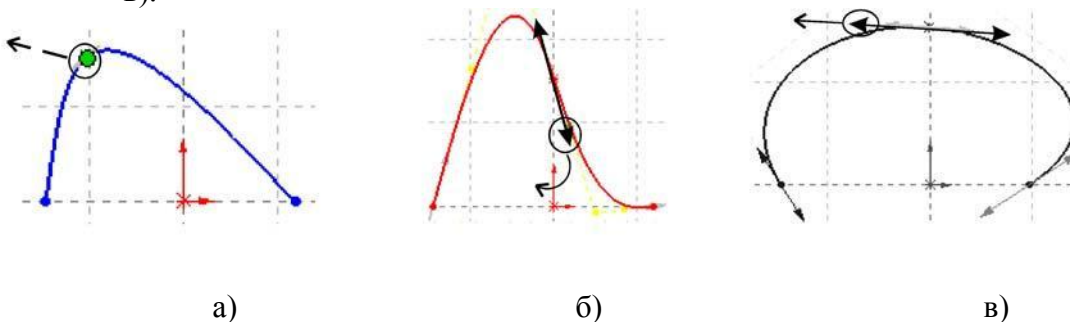

Рисунок 2.7. Способи управління формою сплайна
- переміщенням вузла (Рисунок 2.7, а);
- змінюючи Величину дотичній - радіус кривизни в потрібній точці (Рисунок 2.7, в).